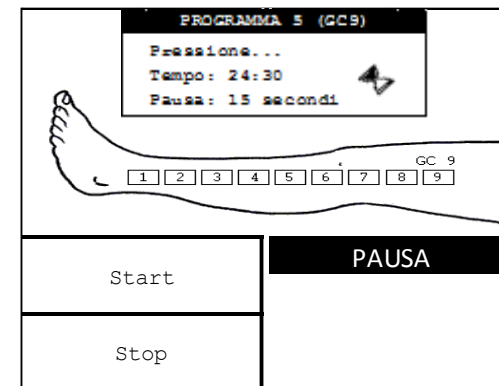

Fig.14
- viene premuto il tasto PAUSA: il programma viene messo in pausa e compare la schermata di Fig.14.